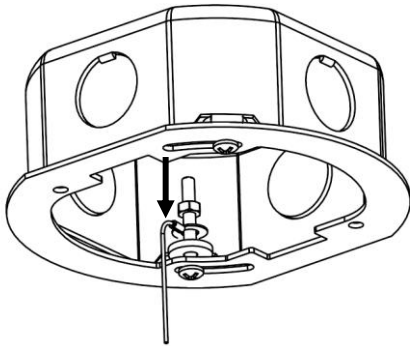

Figure 4 – Méthode A
- A) Visser l'œillet d'attache à travers la vis et fixer l'œillet à l'aide de l'écrou fourni en serrant celui-ci sur le dessus de l'œillet **APRÈS avoir fixé la plaque de montage à la boîte de jonction**. C'est la méthode d'installation recommandée par Acuity Brands pour faciliter l'installation du luminaire. Cette procédure est illustrée à la *Figure 4*.